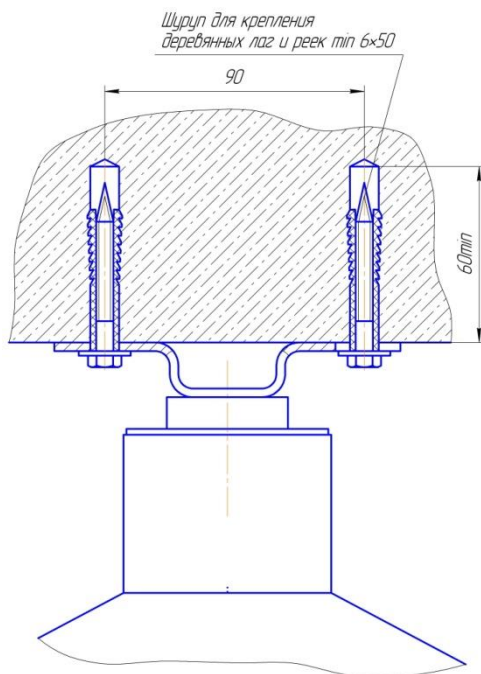

Рис. 4
6.2.1 МПП крепить к потолочному перекрытию (Рис.4) дюбелями диаметром 10 мм, саморезами или шурупами минимум 6*50 мм. При этом крепление МПП к потолочному перекрытию должно выдерживать импульсную нагрузку от отдачи модуля в момент выброса огнетушащего порошка.